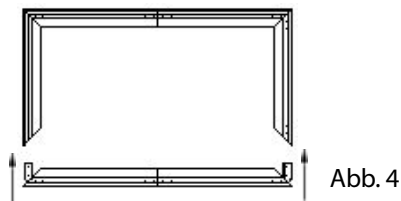

Abb. 4
6. Schieben Sie den unteren horizontalen Rahmenteil (A) auf die vertikalen Rahmenteile (B) (Abb. 4)